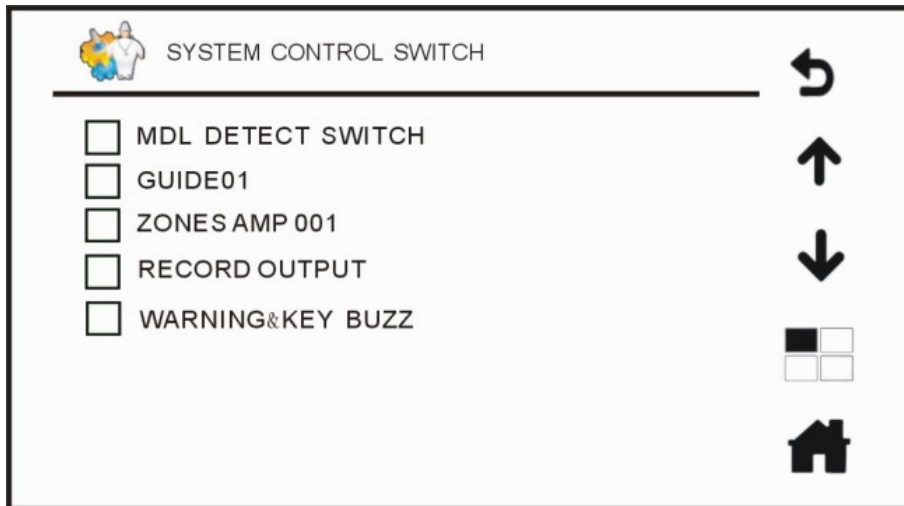

Рис. 4.28. Меню диагностики оборудования
4. Если в меню **SETTINGS** (системные настройки), нажать кнопку подменю **SYSTEM DETECTION SWITCH**, то вы попадаете меню диагностики оборудования, показанное на Рис. 4.28. Установите флажок напротив выбранного в списке устройства, чтобы система LPA-EVA могла постоянно вести мониторинг его состояния во время работы. Снимите флажок , и система не будет проверять состояние этого устройства, то есть, если устройство выходит из строя, система продолжит работать в обычном режиме.